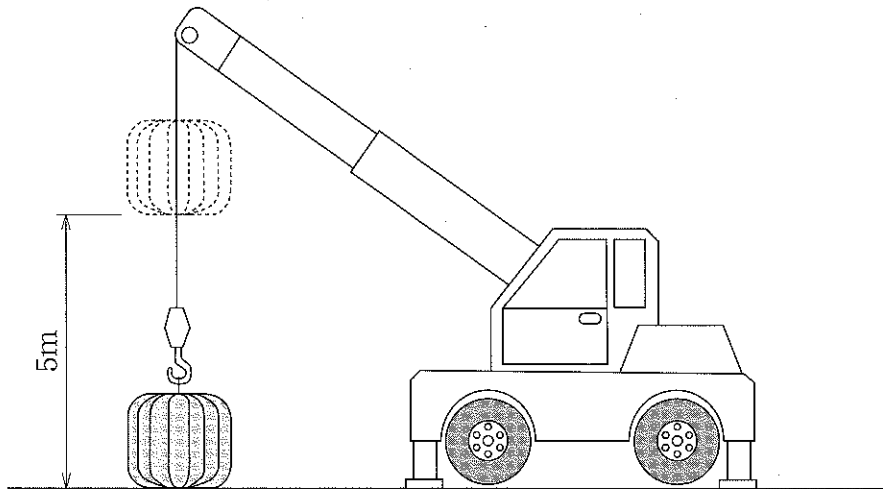

図 3
- (1) この物体に働く重力は何 N になるか。
- (2) このときの静摩擦係数はいくらになるか。ただし、答は小数第3位を四捨五入して、小数第2位まで求めること。
- 4 図3は、 7kW の電動機をつけたクレーンで、質量 950kg の土のうを8秒間で 5m の高さにつり上げようとしているようすを表している。次の各問に答えなさい。ただし、機械や部品などの重量や損失等は考えないものとする。